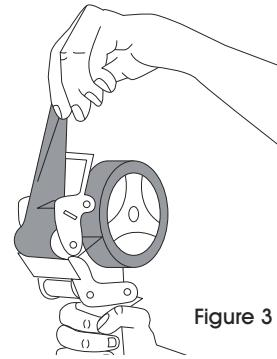

Figure 3
- Tirez le ruban adhésif par-dessus le rouleau de lissage en laissant le ruban adhésif se dérouler librement de la roue à ruban. (Voir Figure 3) Pour régler la tension, voir Figure 4.